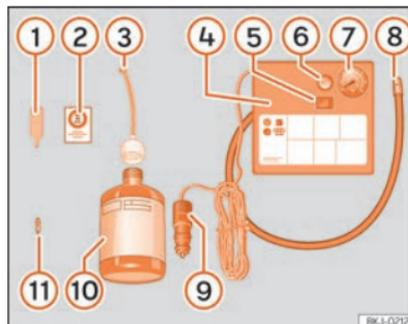

Fig.104 Representação standard: conteúdo do kit antifuros.
O kit antifuros está localizado no compartimento da bagageira, por baixo do revestimento da superfície de carga. Inclui os seguintes componentes »» **Fig. 104:**
Volte a enroscar o tubo de enchimento »» Fig. 104 ⑧ e verifique a pressão de enchimento do pneu no manómetro ⑦.